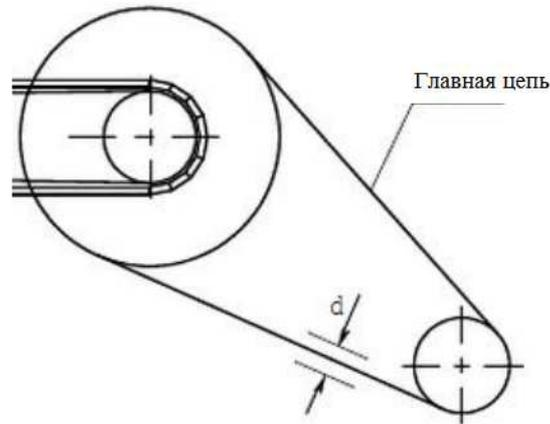

Рисунок 1.9 – Провисание цепи
- 2) Далее нужно осмотреть нижнюю часть цепи на наличие провисания. Для этого требуется приложить нагрузку равную 5 кгс направленную перпендикулярно линии движения цепи. Величина провисания должна быть не больше  $d = 10 \dots 15$  мм (рис. 1.9). Если значение больше, потребуется отрегулировать натяжение цепи.